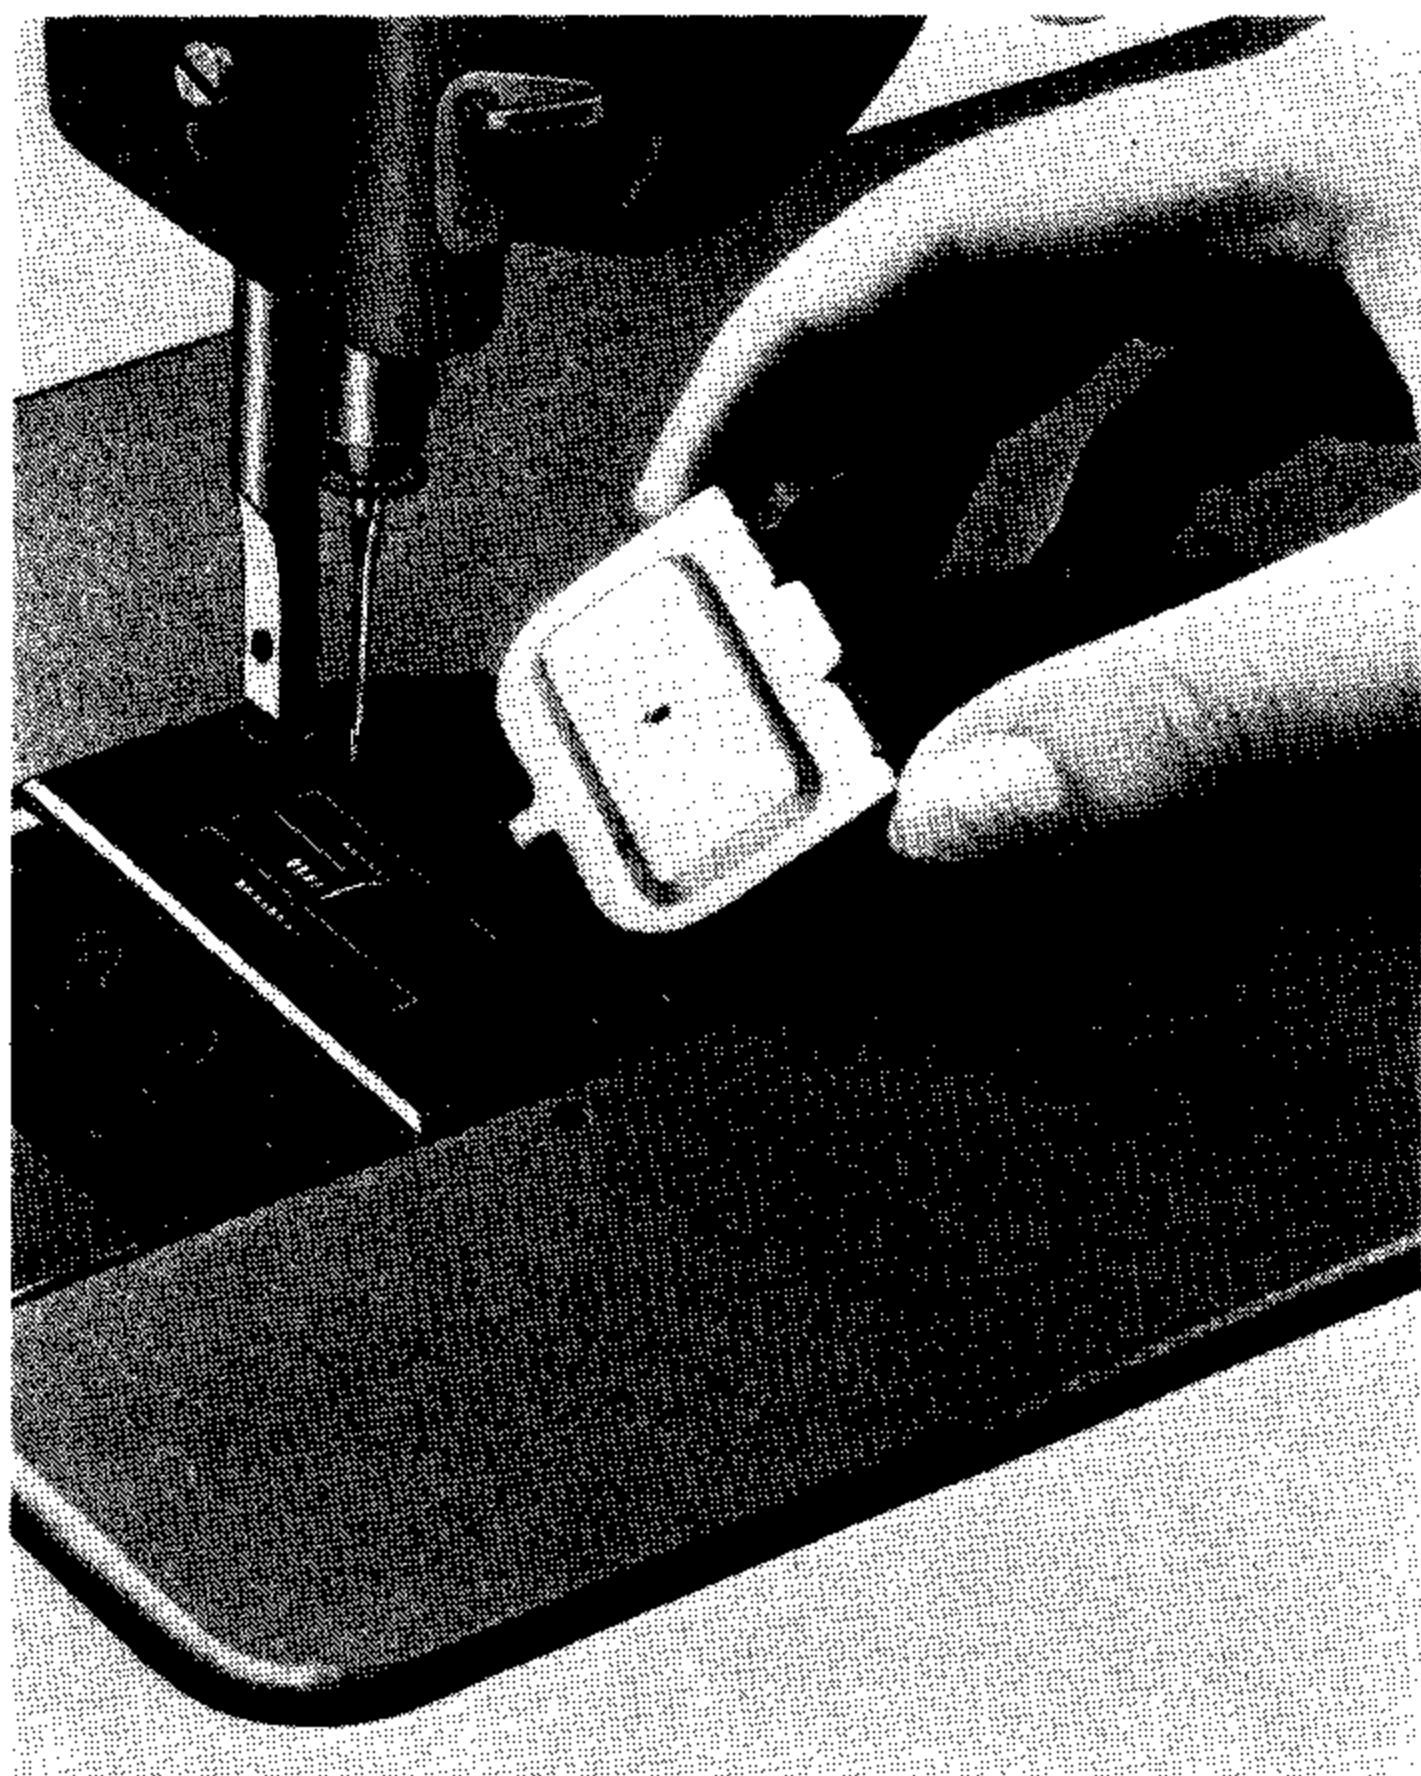
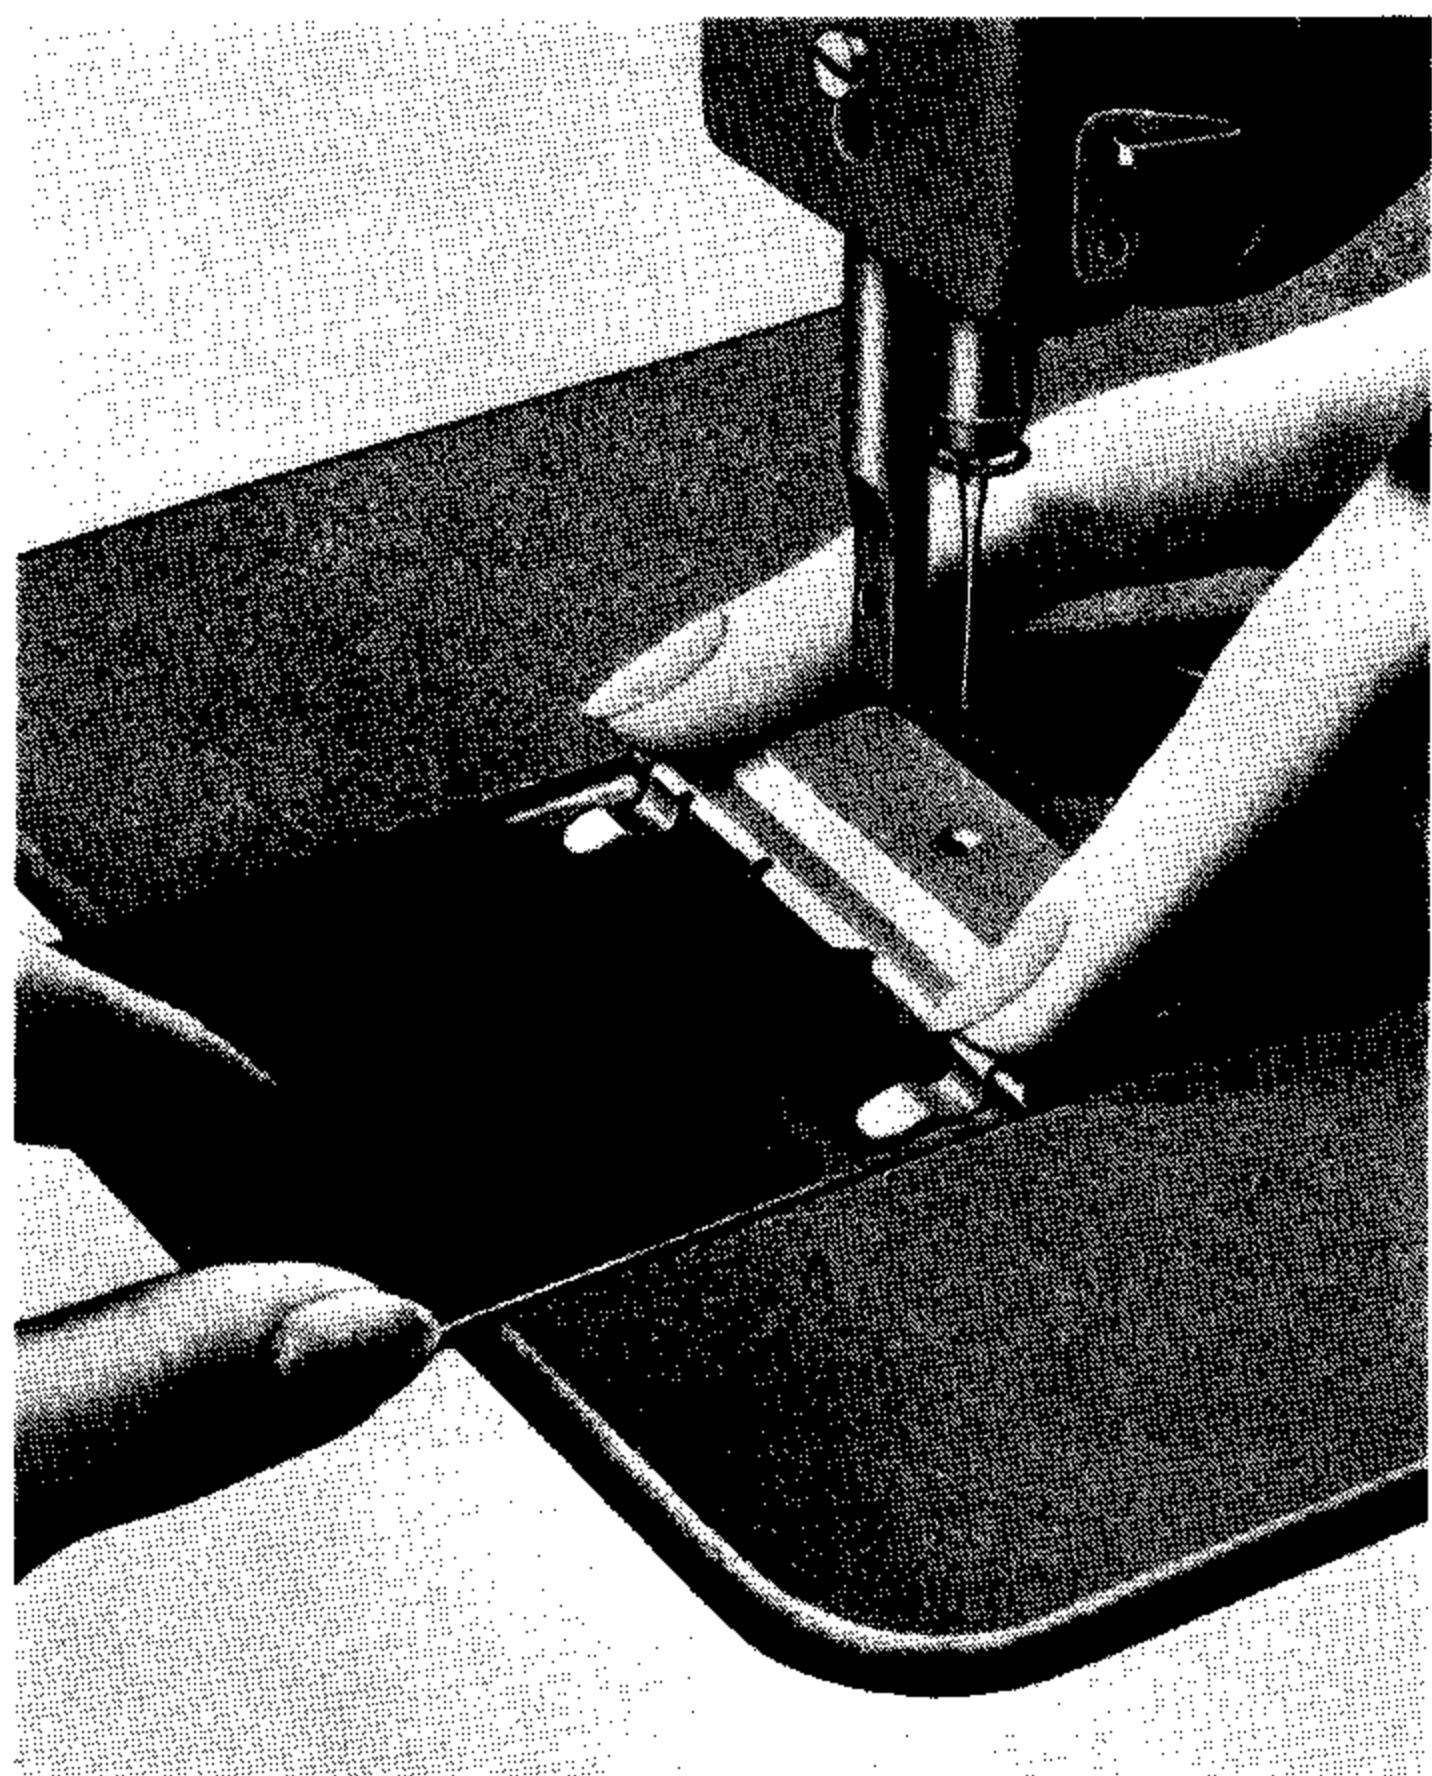

Fig. 30
Fig. 31
2. Überdeck-Stichplatte einhängen (Fig. 30), einschwenken und mit dem Grundplattenschieber festhalten (Fig. 31).
2. Slip the prong of the cover plate into the hole of the needle plate (Fig. 30), turn it over and secure it in position with the bed slide (Fig. 31).
2. Mettre en place la plaque de recouvrement (fig. 30) et la bloquer par la glissière de plateau (fig. 31).
2. Enganche la plaqita (fig. 30), presiónela sobre la placa de aguja y asegúrela con la corredera de la placa base (fig. 31).